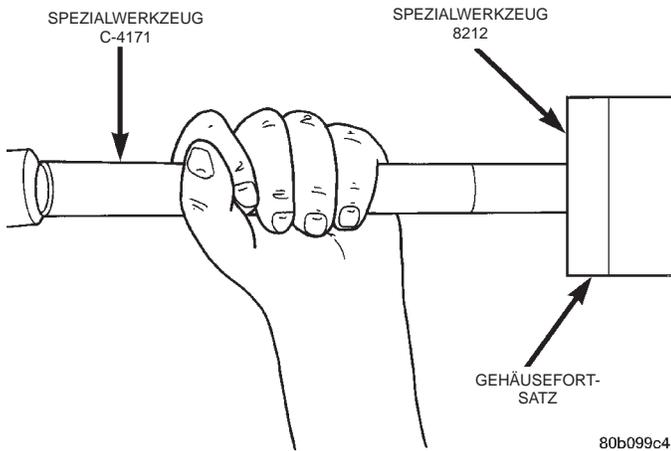

Abb. 13 Dichtring des Gehäusefortsatzes einbauen
(1) Die Bohrung des Gehäusefortsatzes von eventuell vorhandenen Resten des ausgebauten Dichtungsringes reinigen.
(2) Mit Hilfe des Griffstücks C-4171 und des Einbauwerkzeugs 8212 einen neuen Dichtring in den Gehäusefortsatz so einbauen, daß der Abstand des Dichtrings zur Oberfläche der Bohrung im Gehäusefortsatz $0 \pm 0,5$ mm ($0 \pm 0,02$ Zoll) beträgt (Abb. 13).